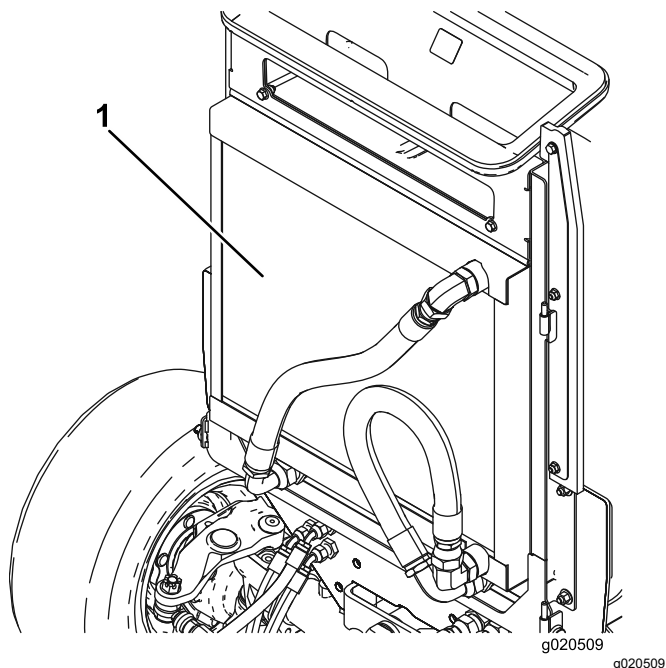

Figure 74
5. Nettoyez soigneusement les deux côtés du refroidisseur d'huile et du radiateur à l'air comprimé (Figure 74).